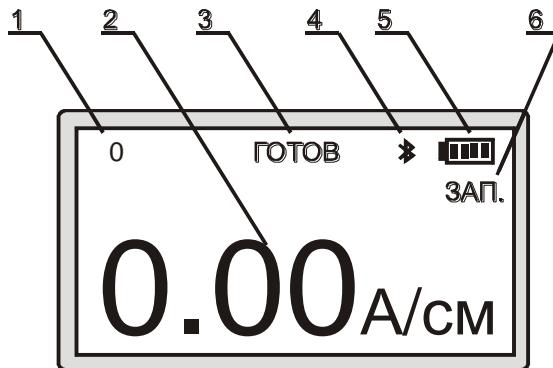

Рис. 5 Рабочий экран структуроскопа магнитного МС-10
6.3 Установить тумблер включения питания структуроскопа в положение «I», при этом на дисплее структуроскопа должно появиться изображение рабочего экрана (рис. 5). Выдержать структуроскоп во включенном состоянии в течение 2 минут.
7.4.4.3 Если на дисплее в основном режиме работы (рис. 5) не горит символ « \diamond », - следует выполнить пп.7.4.4.4...7.4.4.6, в переходим сразу к п.7.4.4.7.